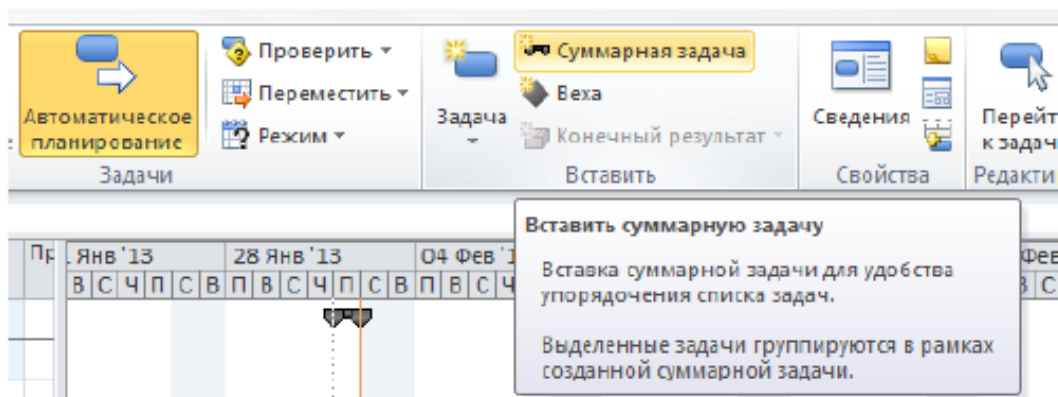

Рис. 5.1. Кнопка **Сумарне завдання**
1. У поданні Діаграма Ганта на вкладці **Задача** (Завдання) в групі **Вставити** натисніть кнопку **Суммарне завдання** (рис. 5.1).